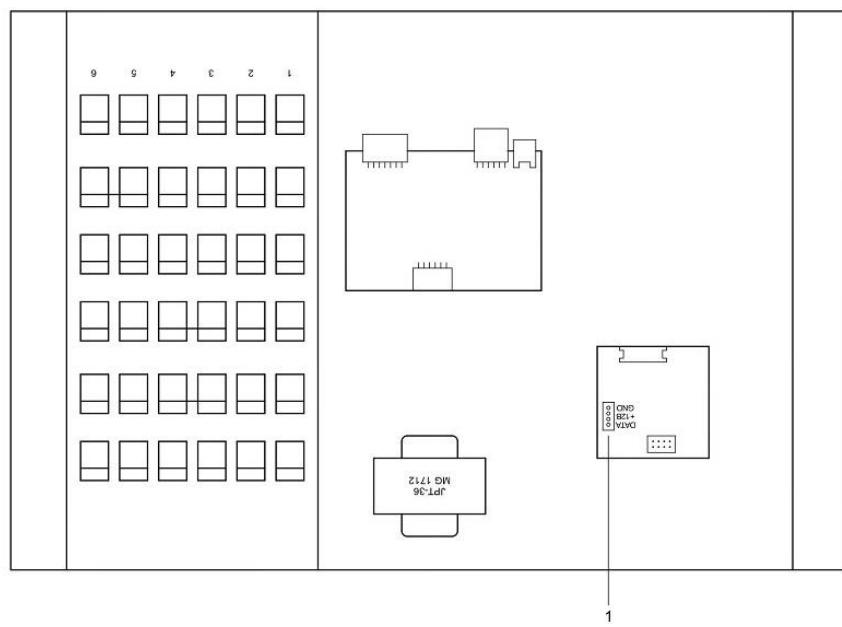

Рисунок 3. Внешний вид пультов громкой связи с поднятыми частями верхней поверхности корпуса
На рис.3 приведен внешний вид пультов громкой связи с поднятыми частями верхней поверхности корпуса.
На плате, установленной внутри корпуса пультов громкой связи, находится разъем (1) для подключения радиопередатчика MP-811S1 (рис.3).
3. Установить 4-х контактный разъем обратно на кабель радиопередатчика MP-811S1 и вставить его в разъем (1) (рис.3) на плате, установленной внутри пульта громкой связи.